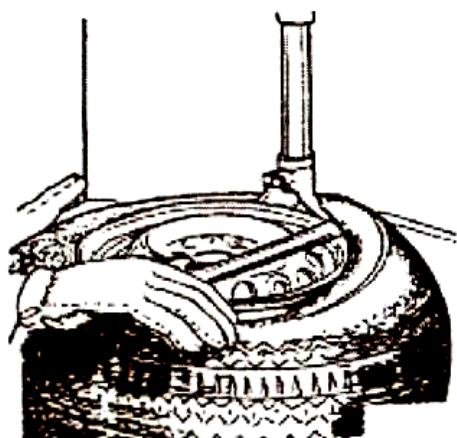

Рисунок 3. Схема демонтажа шины.
*Примечание: если закраина покрышки сделана из особо твердой резины и соскальзывает с монтажной головки, прежде чем вращать поворотный стол по часовой стрелке, на несколько сантиметров поверните его против часовой стрелки, держа рычаг в положении как указано на рис. 3.*